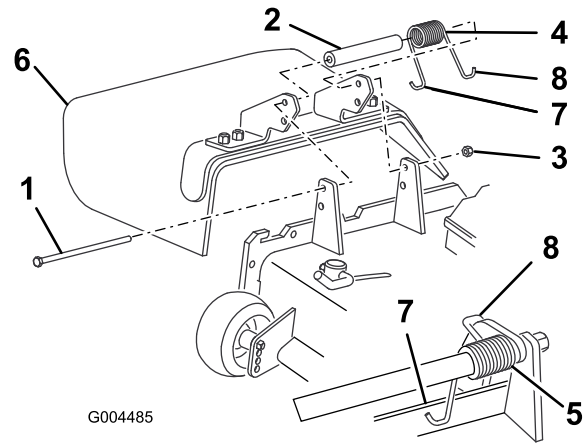

Bild 79
- Legen Sie das Distanzstück und die Feder zwischen die Halterungen des Ersatzablenkbleches (Bild 79). Setzen Sie das linke J-Hakenende der Feder hinter die Kante des Mähwerks.
Hinweis: Stellen Sie sicher, dass sich das linke J-Hakenende der Feder hinter der Mähwerkseite befindet, bevor Sie die Schraube einführen, siehe Bild 79.
- Setzen Sie die Schraube und Mutter ein. Führen Sie das rechte J-Hakenende der Feder um das Ablenkblech (Bild 79).
- Entfernen Sie die Sicherungsmutter, Schraube, Feder und das Distanzstück, mit denen das Ablenkblech an den Drehhalterungen befestigt ist (Bild 79). Entfernen Sie defekte oder abgenutzte Ablenkbleche.